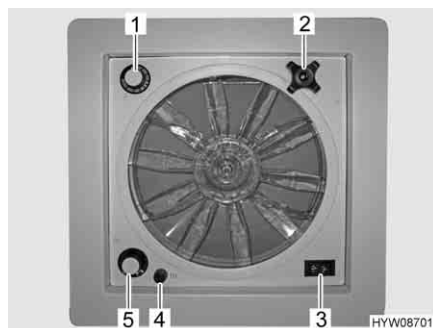

Fig. 70 Oblò con ventilatore
- ▷ Un fusibile da 4 A (Fig. 70,4) protegge da sovraccarico il motore del ventilatore. Se si verifica un sovraccarico: Per prima cosa individuare ed eliminare la causa (ad es. il ventilatore è sporco), poi sostituire il fusibile.
- Ruotare la maniglia girevole (Fig. 70,2), finché non si raggiunge l'angolo di apertura desiderato.
- Portare l'interruttore a levetta (Fig. 70,3) su "Aerazione" (flusso d'aria dall'esterno verso l'interno) o "Sfiato" (flusso d'aria dall'interno verso l'esterno).
- Portare l'interruttore a levetta (Fig. 70,3) sulla posizione centrale.
- Posizionare l'interruttore girevole (Fig. 70,5) sul grado desiderato:
- Ruotare il termostato (Fig. 70,1) fino alla battuta in direzione "blu".
- Ruotare il cappuccio nero (Fig. 70,4) di un quarto di giro in senso antiorario.